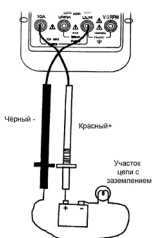

Рис. 1
- Выберите с помощью кнопки  $\blacktriangleright\text{||}$  /  $\sim$  режим измерения постоянного (DC) или переменного (AC) тока.
- Подключите щупы последовательно к цепи в соответствии с рис. 1.